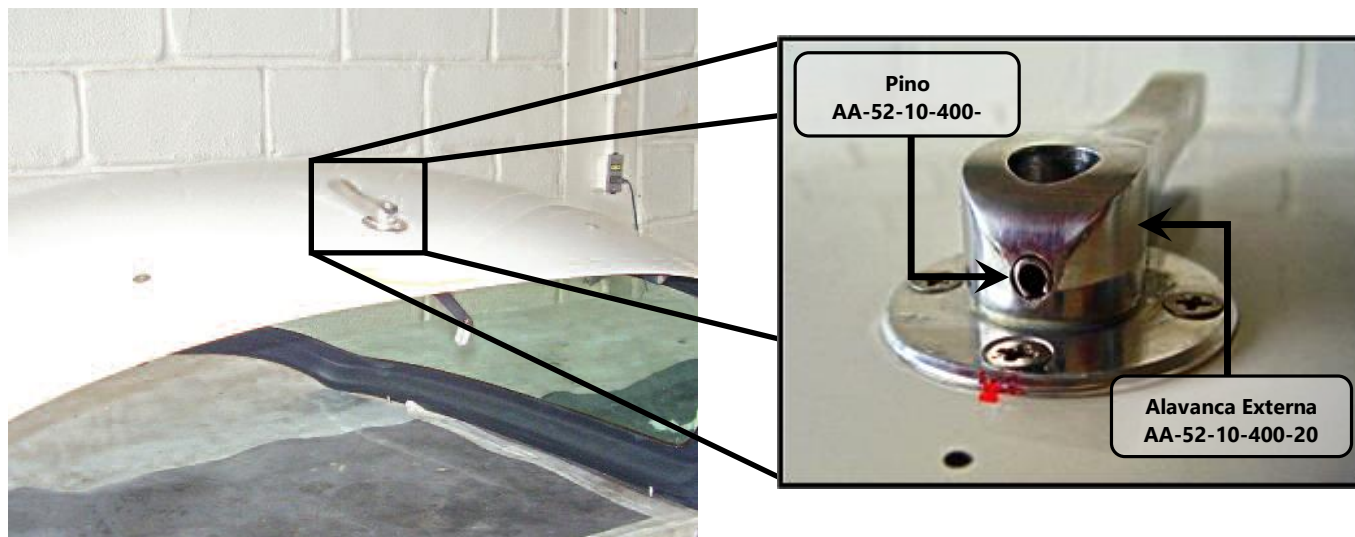
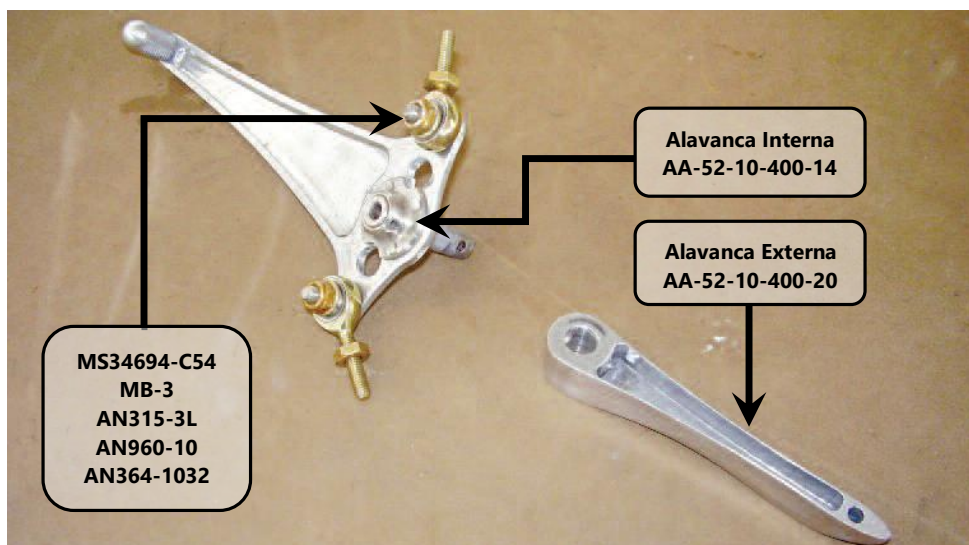

Figura 52.10.19 – Alavancas e pino de fixação das alavancas.
Figura 52.10.20 – Alavancas.
7. Empurrar o pino AA-52-10-400-21, mostrado na figura 52.10.19, para o interior da alavanca externa. Utilizar um saca-pino de 5/32" e um martelo.
8. Remover, manualmente, o conjunto da alavanca interna e alavanca externa, mostrados na figura 52.10.19.
O conjunto da alavanca interna é mostrado em detalhes na figura 52.10.20. Para sua desmontagem utilizar uma chave Phillips de 6"x1/4" e uma chave combinada de 3/8".
1. Para a instalação da alavanca interna deve-se passar uma camada de graxa branca industrial, ver figura 52.10.22, figura 52.10.19 e figura 52.10.20.